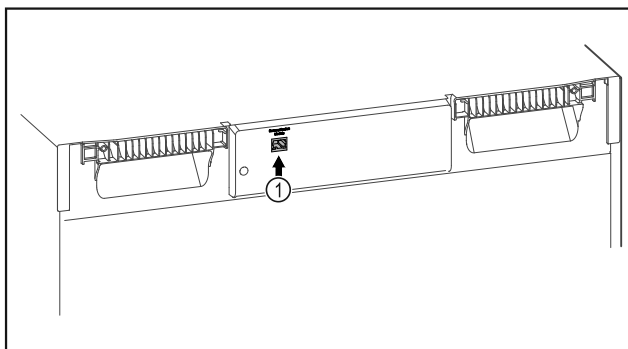

Fig. 105
- ❑ El SmartModule Fig. 105 (1) está colocado.